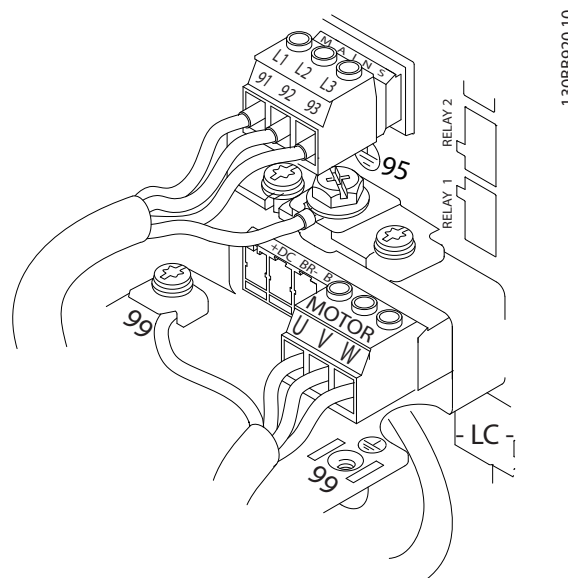

Рисунок 2.8 Проводка двигателя, силовых кабелей и заземления
На Рисунок 2.8 показаны подключения сетевого питания, двигателя и заземления для основных преобразователей частоты. Фактические конфигурации отличаются для разных типов устройств и дополнительного оборудования.
- Подключите проводку 3-фазного входного питания переменного тока к клеммам L1, L2 и L3 (см. Рисунок 2.8).